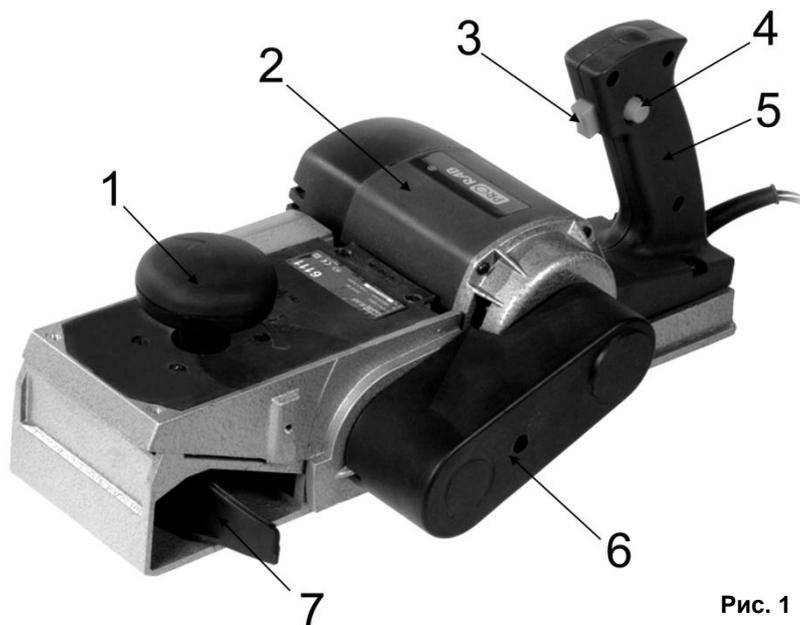

Рис. 1
- **Для включения рубанка:** нажмите сначала кнопку блокировки от случайного включения (4)(См. Рис.1), а затем пусковую клавишу (3)(См. Рис.1). После того, как пусковая клавиша будет нажата, кнопку блокировки удерживать необязательно.
- **Для выключения рубанка:** отпустите пусковую клавишу (3)(См. Рис.1).
- Глубина строгания устанавливается в пределах от 0 до 3,5 мм с шагом 0,25 мм путем поворота передней регулировочной рукоятки (1)(См. Рис.1; 3). Рядом с регулировочной рукояткой расположен переключатель блокировки (замок) рукоятки от случайного изменения настройки.
- Стружкоотбрасыватель (7) (См. Рис.1) служит для выбора стороны сброса стружки – в правую или левую сторону, в зависимости от направления работы.
- Для защиты оператора от вращающегося барабана, на корпус рубанка устанавливается пластиковый кожух (1) (См. Рис.1).